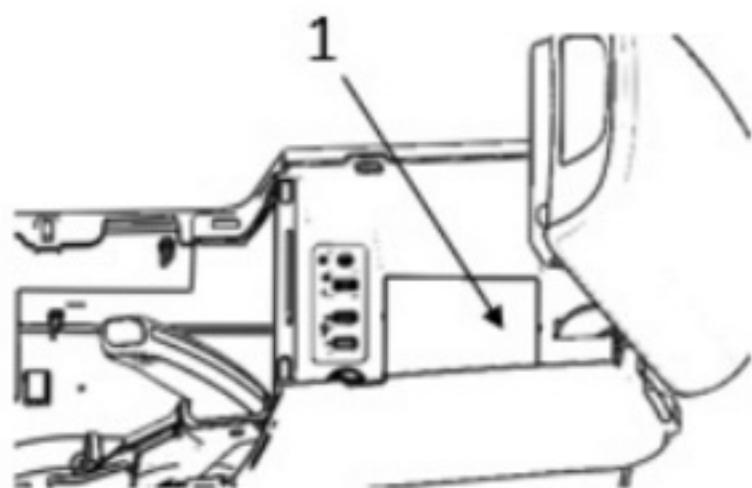

图 1-40 副仪表板扶手打开示意
(1)先将手刹拉起一定高度，打开扶手，使副仪表处于如图1-40所示状态。
(2)用手抓住图1-40箭头所示位置，将副仪表板储物箱隔震垫取出。